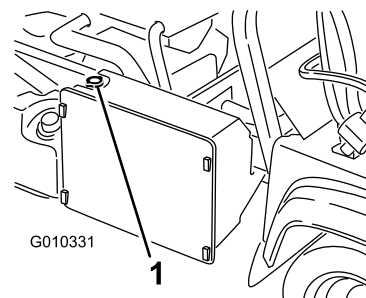

Figure 70
3. Retirez le bouchon de radiateur (Figure 70).
4. Enlevez le bouchon du vase d'expansion (Figure 70).
7. Faites l'appoint du radiateur et remettez le bouchon en place (Figure 70).